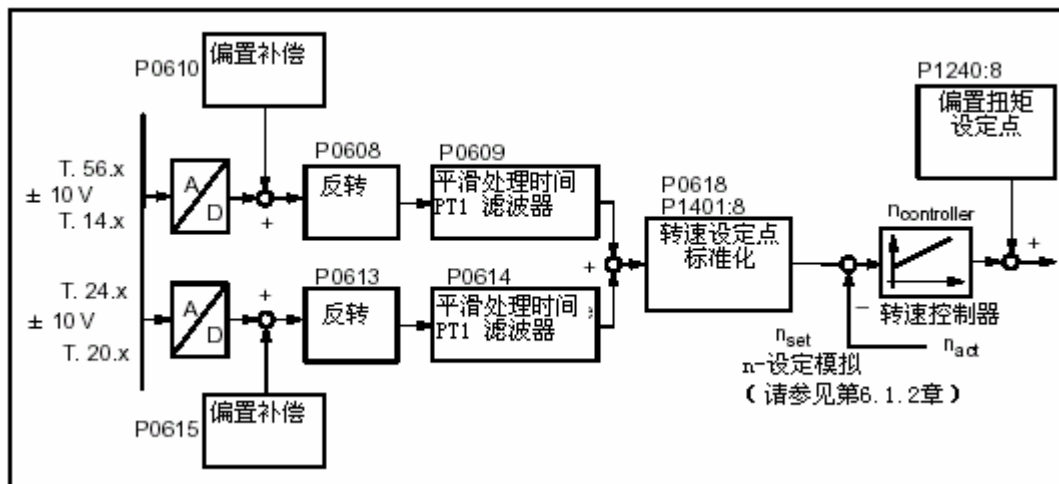

图 6-46 通过端子 56.x/14.x 和/或者端子 24.x./20.x 的闭环转速控制
24.x /20.x 的 n-设定方式 转速设定点的电压取决于模拟输入点的参数化，可以由端子 56.x 或者 14.x 的电压和/ 或者端子 24.x /20.x 的电压以及相应的偏置修正和转换等组合获得（请参见图 6-46）。